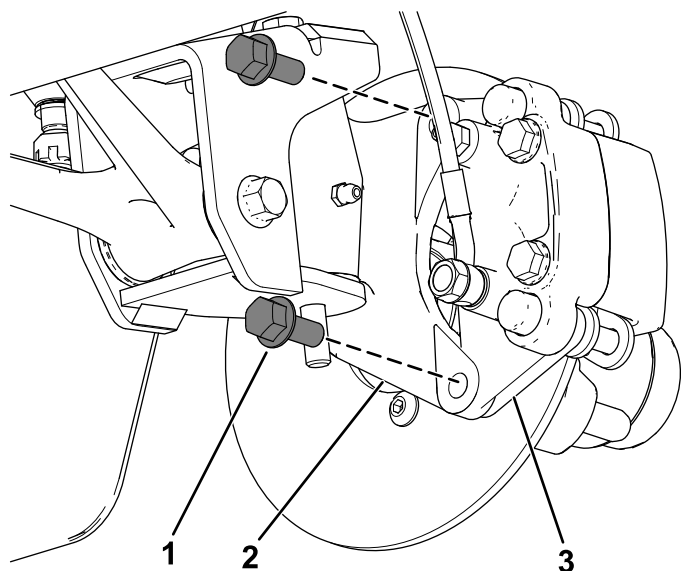
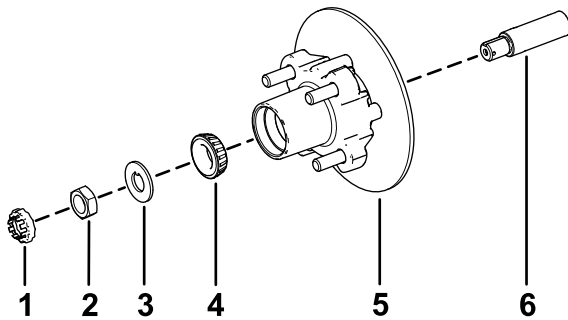

Figure 36
Figure 40
3. Retirez les boulons à embase ($\frac{3}{8} \times \frac{3}{4}$ po) qui fixent le support du frein à la fusée et séparez le frein de la fusée (Figure 36).
1. Appliquez une fine couche de la graisse spécifiée sur la fusée (Figure 40).
2. Montez le moyeu et le disque sur la fusée, en plaçant le disque à l'intérieur (Figure 40).
3. Montez le roulement extérieur sur la fusée et poussez-le contre la bague extérieure (Figure 40).
4. Placez la rondelle à languette sur la fusée (Figure 40).
5. Vissez l'écrou de fusée sur la fusée et serrez-le à 15 N·m (11 pi-lb) tout en tournant le moyeu pour asseoir le roulement (Figure 40).
2. Placez les plaquettes de frein de chaque côté du disque (Figure 36), puis alignez les trous du support d'étrier et les trous du support de frein sur le porte-fusée (Figure 40).
3. Fixez le support d'étrier au porte-fusée (Figure 36) à l'aide des 2 boulons à embase ($\frac{3}{8} \times \frac{3}{4}$ po). Serrez les 2 boulons à embase à un couple de 47 à 54 N·m (35 à 40 pi-lb).